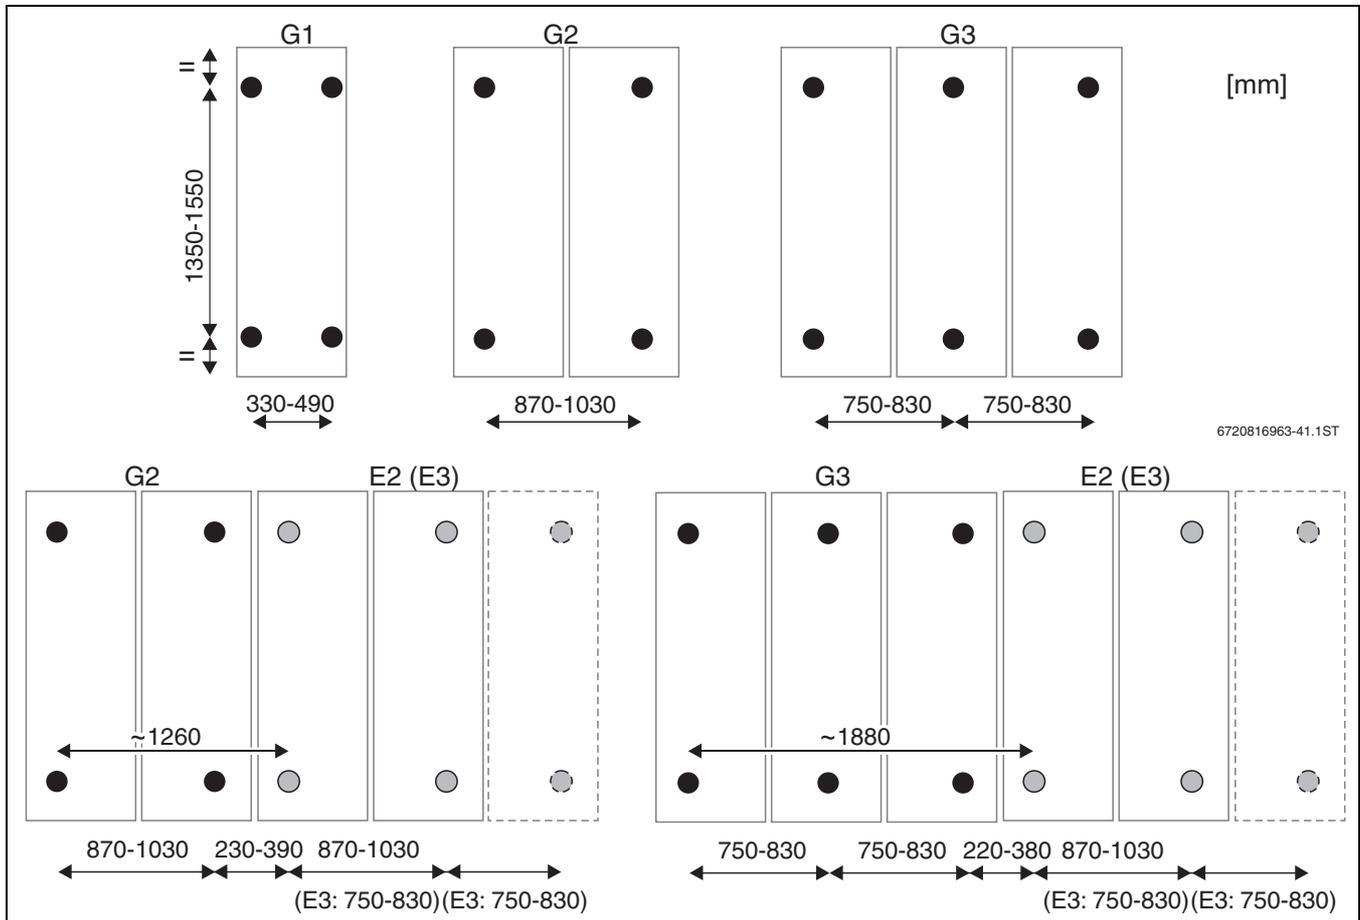

Bild 35 Fassadenmontage: Abstände der Stockschrauben
- ▶ Abstände der Stockschrauben auf die Beschwerung (z. B. Betonplatten) übertragen (→ Bild 35).